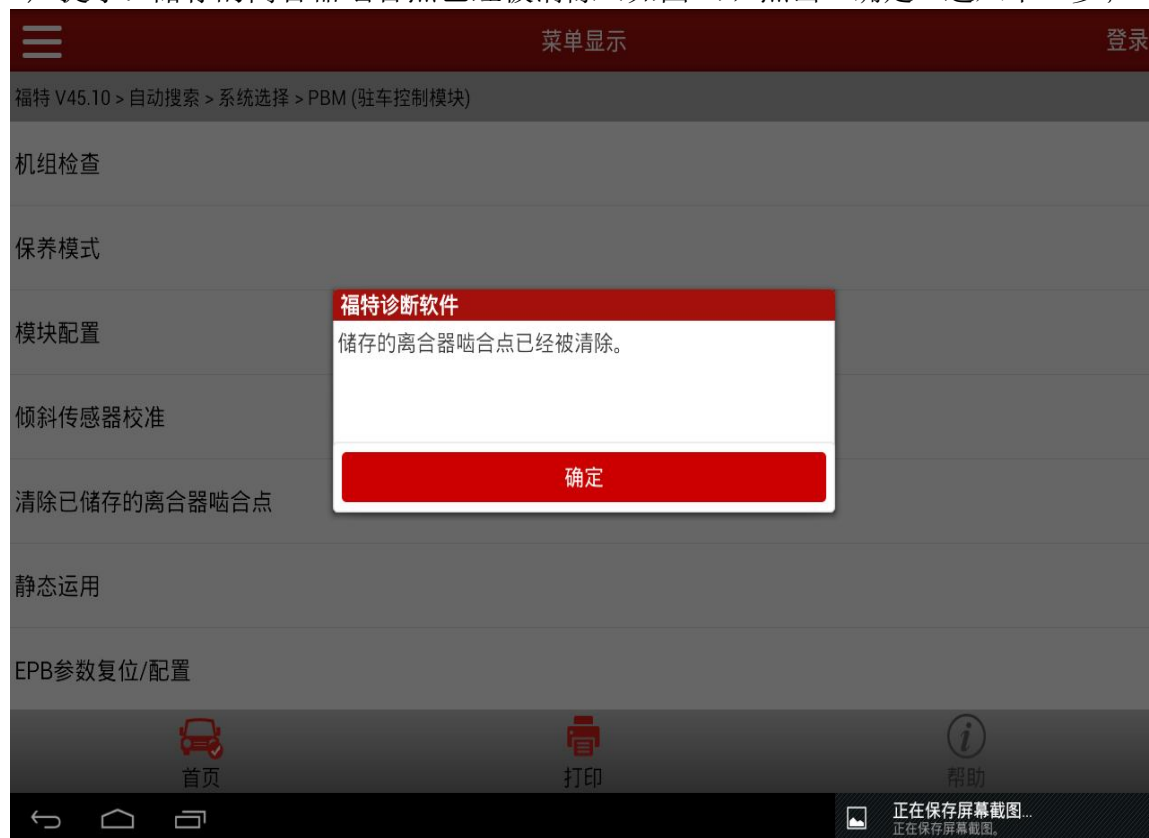

图 6
6). 提示: 储存的离合器啮合点已经被清除 (如图 6), 点击“确定”进入下一步;